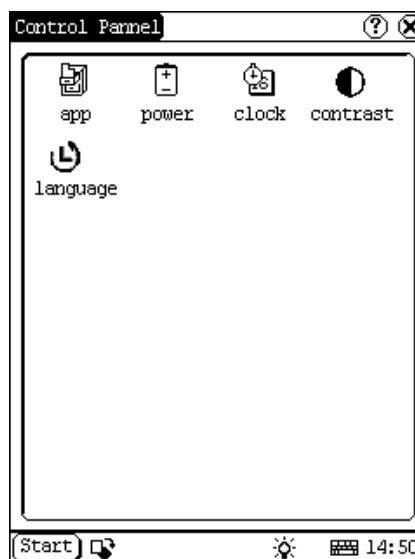

Abb. 4-33
- 3) Das Interface des Bedienungsfelds öffnen. (Siehe Abb. 4-33)